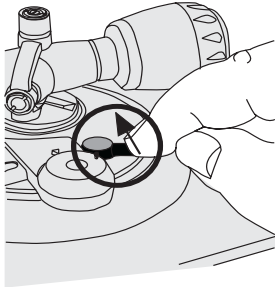

Abb. 7: Justierring freisetzen
1. Drehen Sie dazu den Arretierhebel entgegen dem Uhrzeigersinn (Abb. 7).